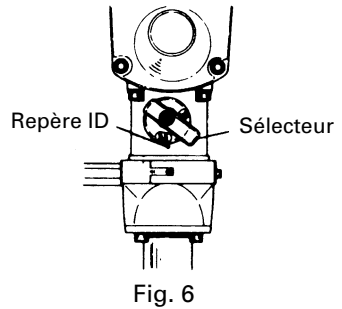

Fig. 6
3. Comment sélectionner rotation-percussion et percussion (Fig. 6)